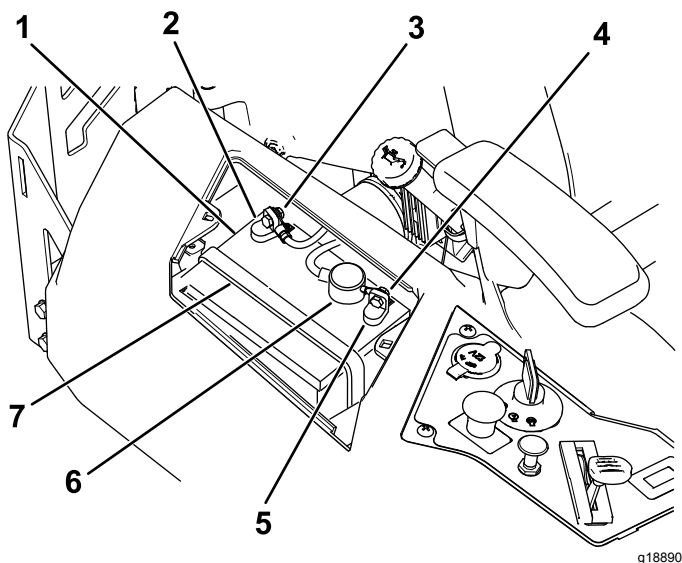

Figure 54
4. Débranchez le câble négatif (noir) de mise à la masse de la borne de la batterie (Figure 54).
6. Débranchez le câble positif (rouge) de la borne de la batterie (Figure 54).
7. Déposez la barrette de maintien de la batterie (Figure 54) et soulevez la batterie de son support.
1. Placez la batterie sur son support (Figure 54).
5. Fixez la batterie en place à l'aide de la sangle de maintien (Figure 54).